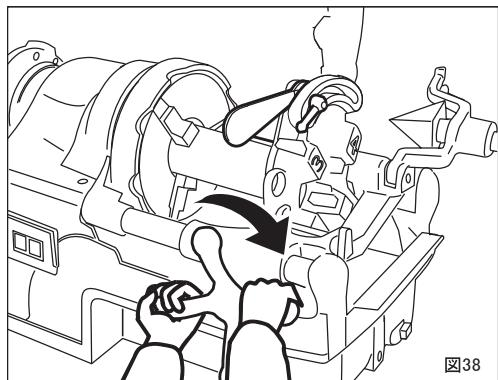

図38
②スイッチをONにするとオイルはダイヘッドから自動的に注油されます。
③送りハンドルを右回り方向に動かしパイプにチーザを押し付け食い付かせてください。ねじ山が3～4山切れればあとは自動的にねじが切れます。このマシンに使用されているシリーズモータは、回転数が、負荷によって自動的に変化します。（図38）